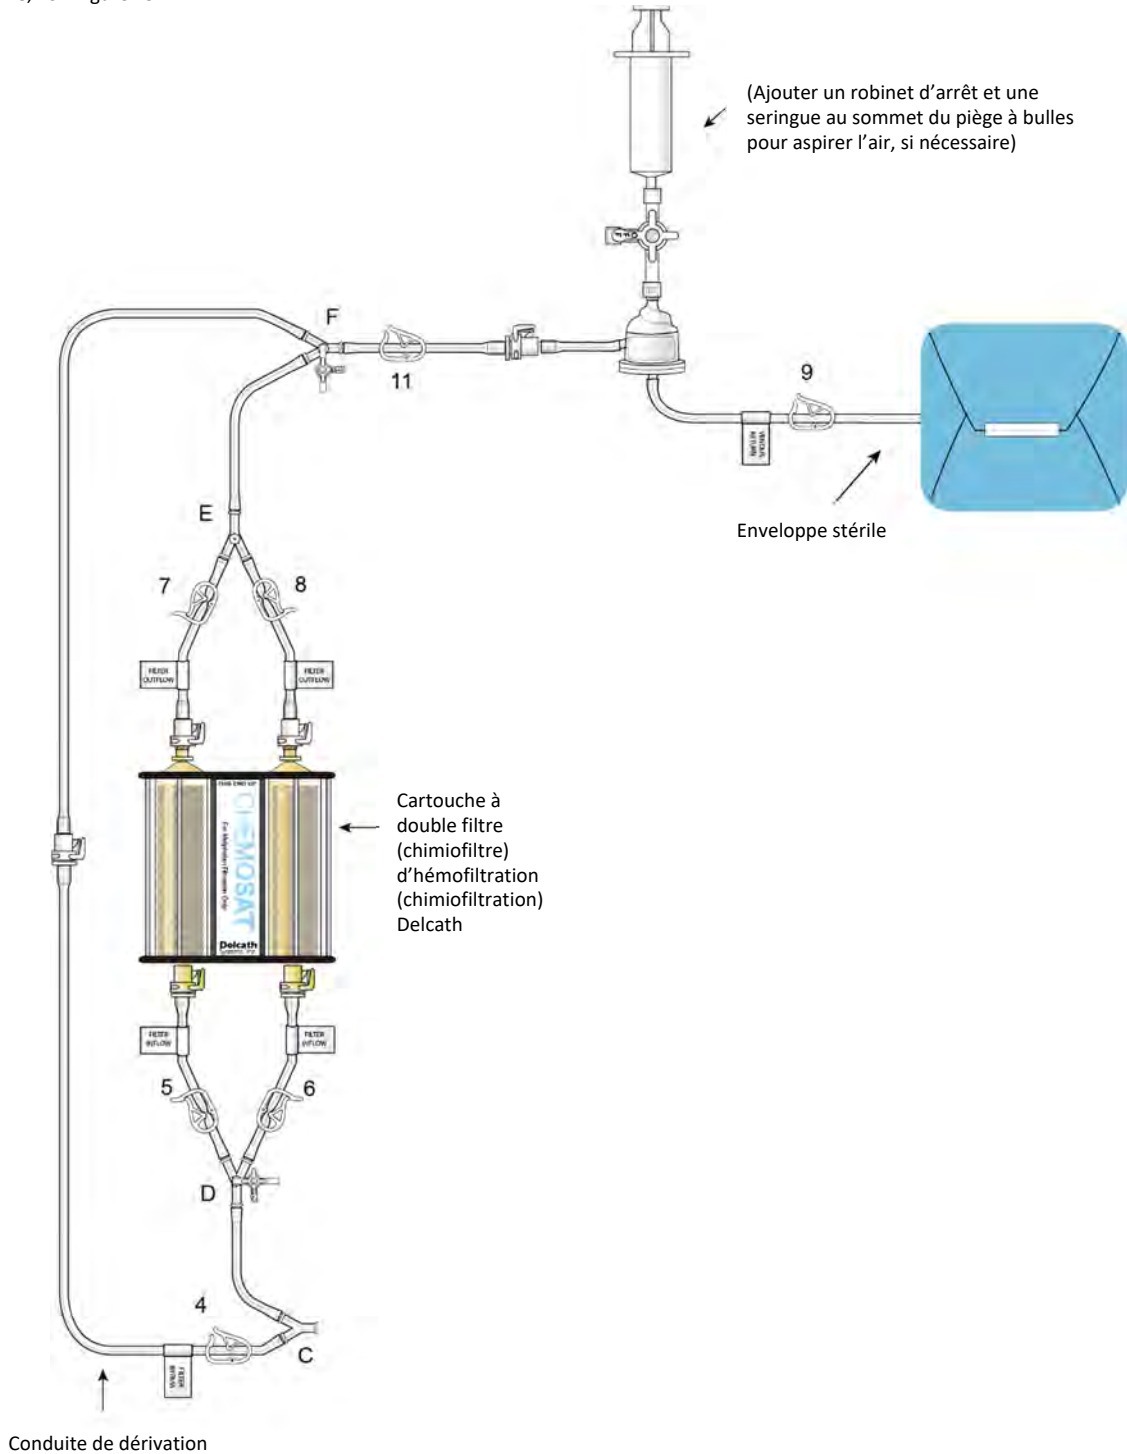

Figure 19
- (d) Amorcer la ligne de retour veineux et le piège à bulles en ouvrant les clamps 4, 11 et 9 ; fixer le robinet au piège à bulles et utiliser la seringue pour aspirer l'air, si nécessaire, voir Figure 19.